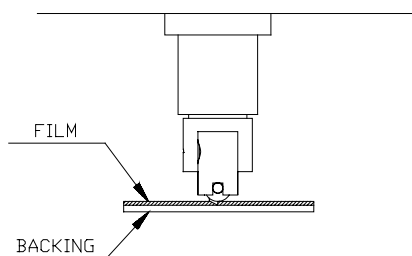

FIGURE 1-7 :
4. Maintenez d'une main la pièce avant et ajustez la profondeur d'incision en tournant le porte-couteau dans le sens horaire de l'autre main jusqu'à ce que la pointe devienne visible à la base de la pièce avant comme illustre la figure 1-7.